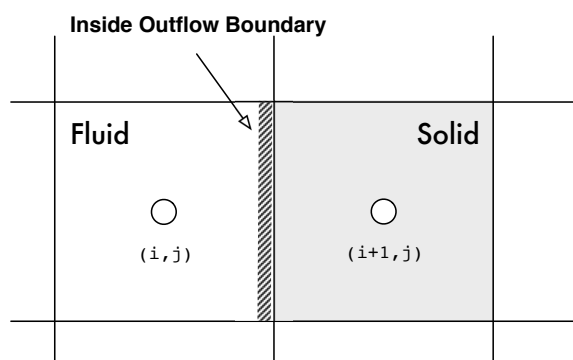

図 6.8 計算内部領域における流出境界の設定
**流れの流出境界** 計算領域内部に設定する流出境界について説明します。局所境界の場合には流出側のセルは固体セルであることに注意してください。つまり、図 6.8 においては、セル  $(i, j)$  は流体、セル  $(i + 1, j)$  は固体を指定します。ハッチング部分、つまり  $(i, j)$  セルの固体セルに隣接する面が流出境界として指定されています。速度の流出面における対流速度的評価方法として流出コンポーネントの平均速度を用い、流出面における圧力境界は圧力勾配ゼロとしています。圧力の指定については、外部境界面での指定と同様で表 6.11 を参照してください。